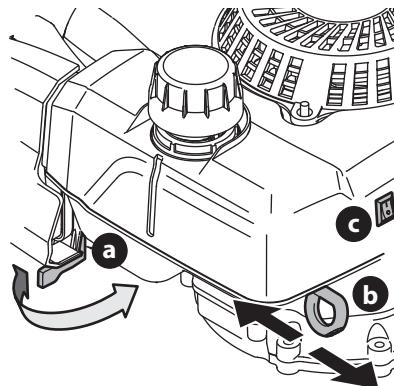

Figure 7
- Le cas échéant, vérifiez que la soupape de carburant (a) est ouverte (Figure 7).